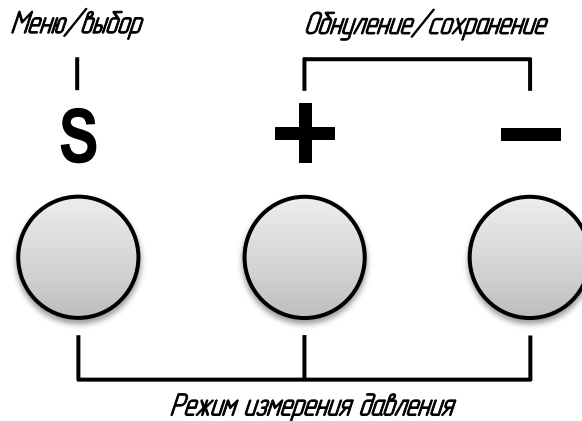

Рисунок 16 – Схематическое изображение блока кнопок ввода
- при помощи кнопок ввода (рисунок 16), расположенных на устройстве, при наличии ЖК-индикатора;